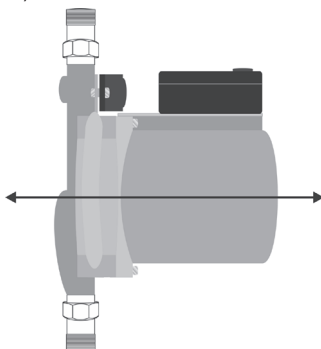

Fig. 2 – Posição horizontal
- Coloque o filtro antes da bomba para evitar sujeira do fluxostato. A bomba deve ser instalada com o eixo do motor numa posição horizontal (fig. 2).